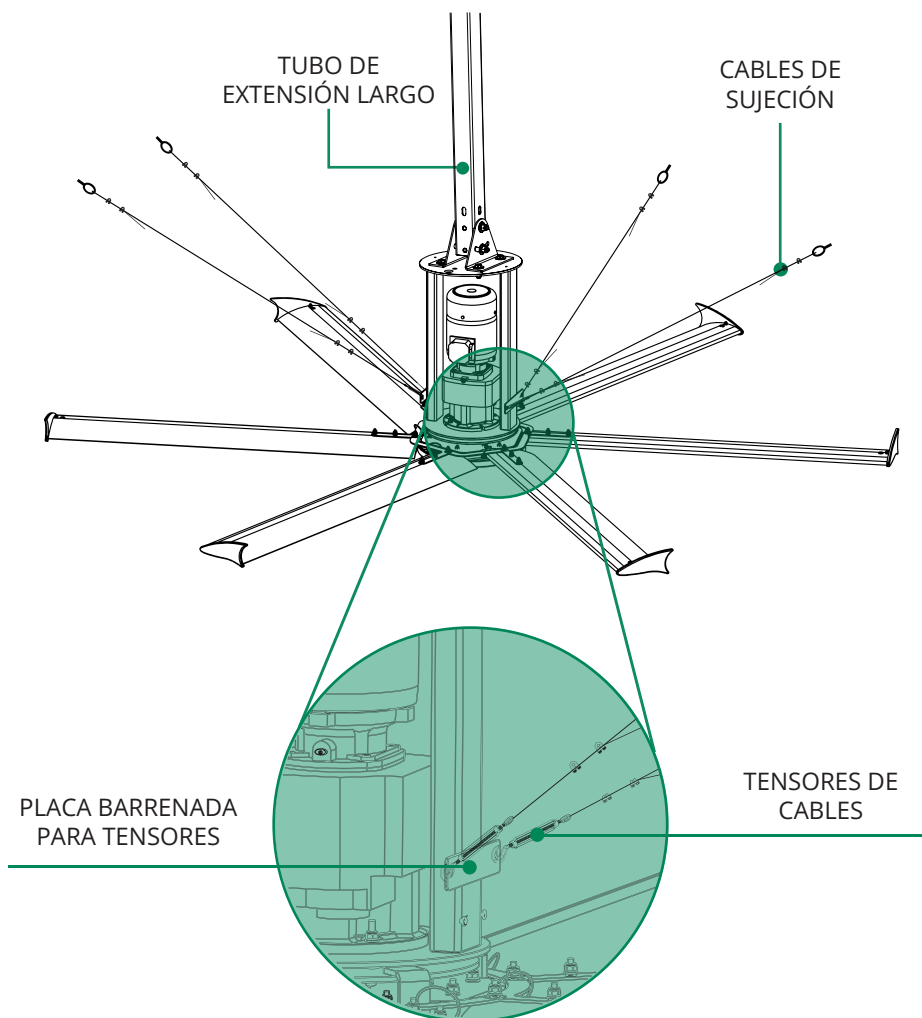

Fig 17.3
**17.3** Pasar el cable a través del ojillo del tensor y asegurarlo usando 2 nudos de sujeción y asegurar el gancho del tensor al barreno en la placa que se encuentra en el bastidor. fig. 17.3